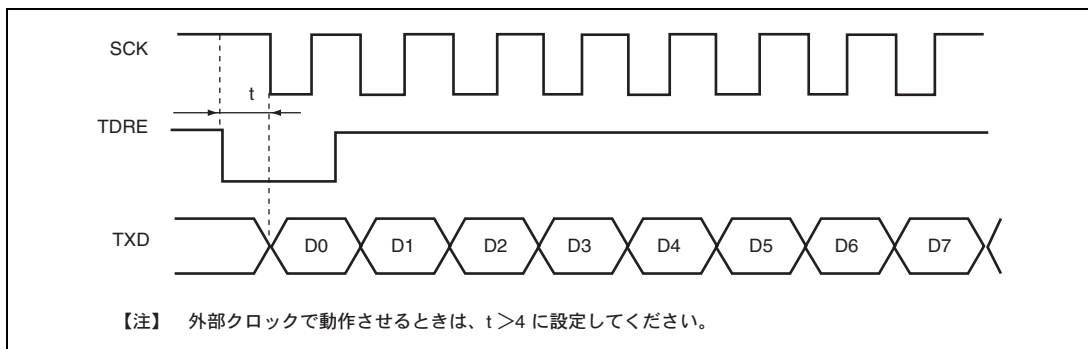

図 16.22 DTC による同期クロック転送例
- (1) 同期クロックに外部クロックソースを使用する場合、DTC による SCTDR の更新後、周辺動作クロックで 5 サイクル以上経過した後に外部クロックを入力してください。SCTDR の更新後 4 サイクル以内に送信クロックを入力すると誤動作することがあります (図 16.22 参照)。